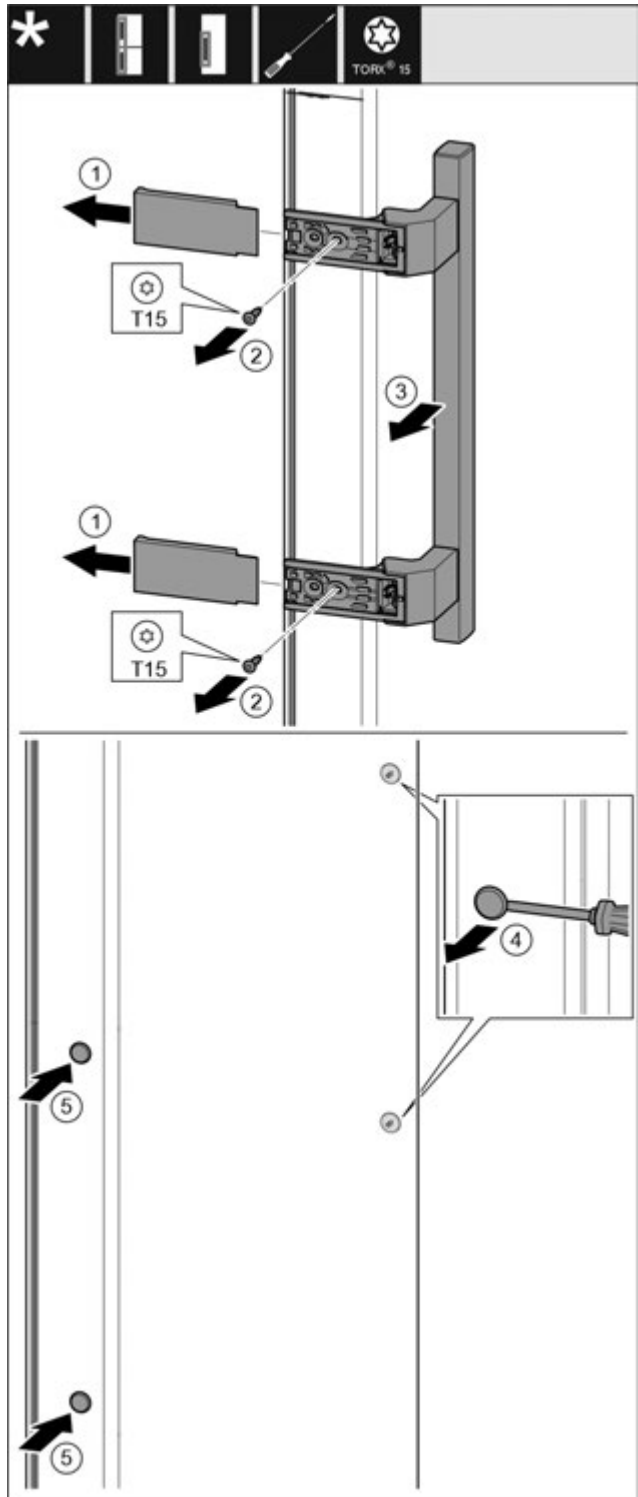

Fig. 10
- ▶ Зніміть кришку. Fig. 10 (1)
- ▶ Викрутіть гвинти за допомогою викрутки Torx 15. Fig. 10 (2)
- ▶ Зніміть ручку. Fig. 10 (3)
- ▶ За допомогою шліцевої викрутки обережно підніміть бокову заглушку та витягніть її. Fig. 10 (4)
- ▶ Вставте заглушку з іншого боку. Fig. 10 (5)